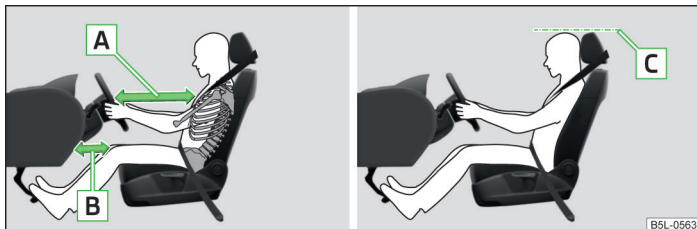

Fig. 135 Posición de asiento correcta del conductor / ajuste correcto del reposacabezas
- Ajuste el volante de tal modo que la distancia entre el volante y el esternón sea, como mínimo, de 25 cm - -A» fig. 135 y entre las piernas y el tablero de instrumentos en la zona del airbag de rodillas, sea de 10 cm [B].
- Ajuste el reposacabezas de tal modo que el borde superior del mismo se encuentre de ser posible a la misma altura que la parte superior de su cabeza [C] » fig. 135 de la página 173.
- Ajuste el reposacabezas de tal modo que el borde superior del mismo se encuentre de ser posible a la misma altura que la parte superior de la cabeza  » fig. 135 de la página 173.